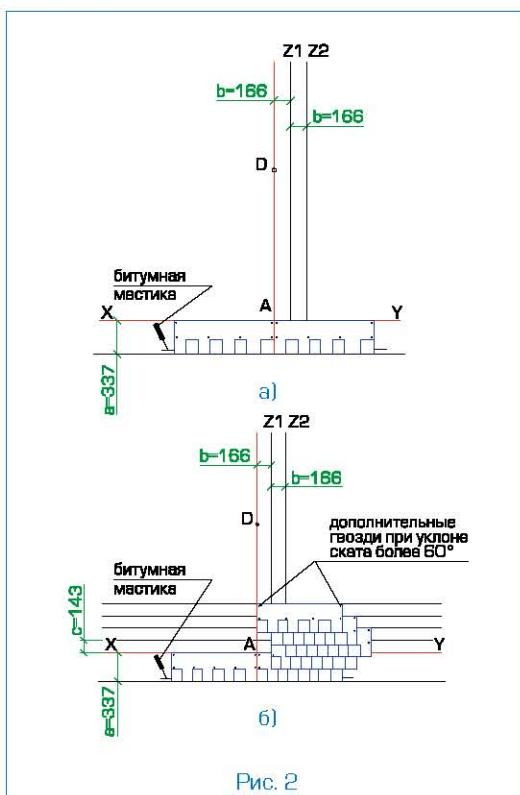

Рис. 2
### Укладка материала (рис. 2)
- первый ряд черепицы укладывается от линии AD (рис. 2а);
- второй ряд укладывается от линии Z1 (со смещением 16,6 см от AD) (рис. 2б);
- третий ряд укладывается от линии Z2 (со смещением 16,6 см от Z1) (рис. 2б);
- четвертый ряд – от линии Z1 (рис. 2б);
- пятый ряд – от линии AD (рис. 2б);
Каждый лист черепицы АЛЯСКА крепится 4 гвоздями таким образом, чтобы гвоздь прошивал и верхний край низлежащего листа черепицы АЛЯСКА (рис. 2а,б).